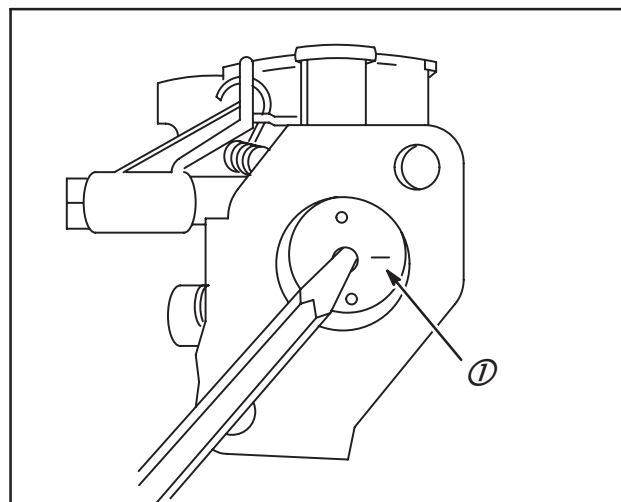

Fig. 85
2. Positionner un joint neuf en mousse et glisser l'axe dans le corps de carburateur. Le papillon possède un chanfrein ; une lettre d'identification est frappée sur une des faces (1).
3. Placer le volet dans le carburateur, la lettre d'identification étant positionnée comme indiqué à la Fig. 85 puis monter la vis du volet.